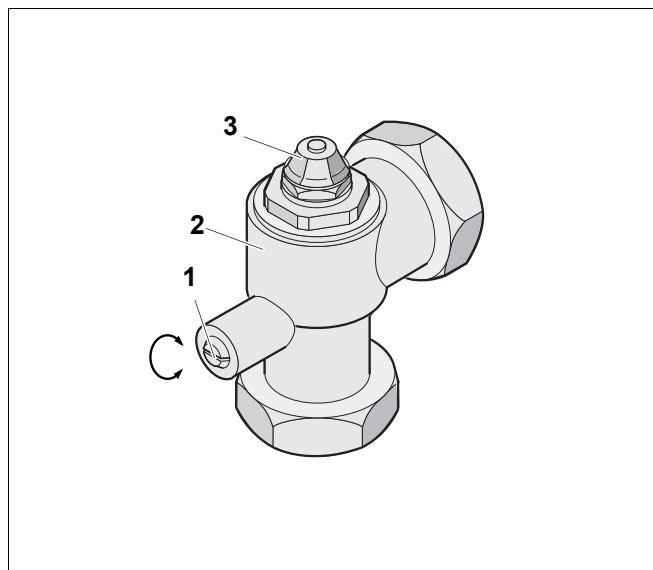

Рис. 10 Угловой обратный клапан с вентилем выпуска воздуха
- Повернуть шлиц на головке винта (рис. 10, **поз. 1**) углового обратного клапана (рис. 10, **поз. 2**) в вертикальное положение (всегда открыто).
- Открыть вентиль для выпуска воздуха (рис. 10, **поз. 3**).
- Перевести шлиц на головке винта (рис. 10, **поз. 1**) углового обратного клапана в горизонтальное положение (рабочее состояние).
- Закрыть вентиль для выпуска воздуха (рис. 10, **поз. 3**), как только из него польется вода без воздушных пузырьков.